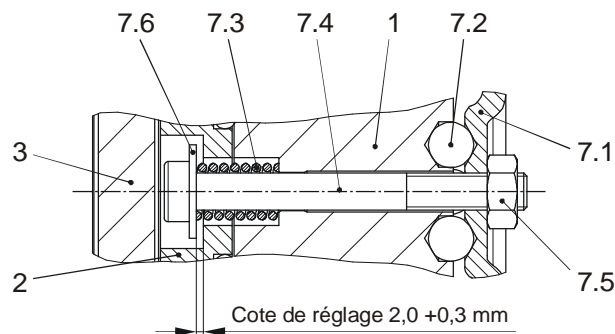

Fig. 6
En soulevant les leviers du débloccage (7.1) des billes d'acier (7.2), les deux vis à tête cylindrique (7.4) avec rondelles (7.6) ainsi que le disque de freinage (2) sont attirés contre le portebobine (1), fig. 6. Le rotor (3) est alors libre et le frein débloqué.